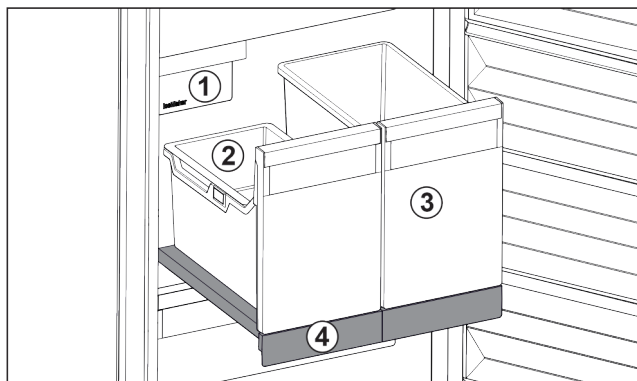

Fig. 103 Utdragshylla med IceTower
- (1) IceMaker
- (2) Hängande fack för istärningar
- (3) Behållare för t.ex. pizza, alkoholhaltiga drycker
- (4) Utdragshylla
Det finns två stora behållare på utdragshyllan (IceTower). I behållaren Fig. 103 (2) lagras och samlas istärningar från IceMaker. Behållaren Fig. 103 (3) är avsedd för förvaring av höga livsmedel som pizzor eller alkoholhaltiga drycker.